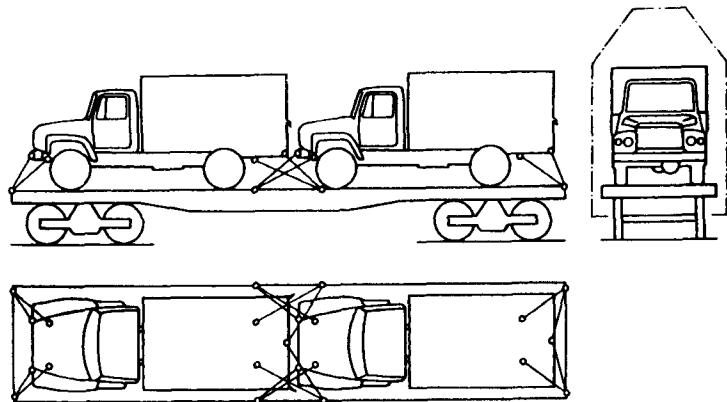

Рис. 15.1. Схема погрузки автомобилей на железнодорожную платформу
- аккумуляторные батареи отключить выключателем батареи. При перевозках на платформе автомобиль крепить согласно утвержденной схеме (рис. 15.1).